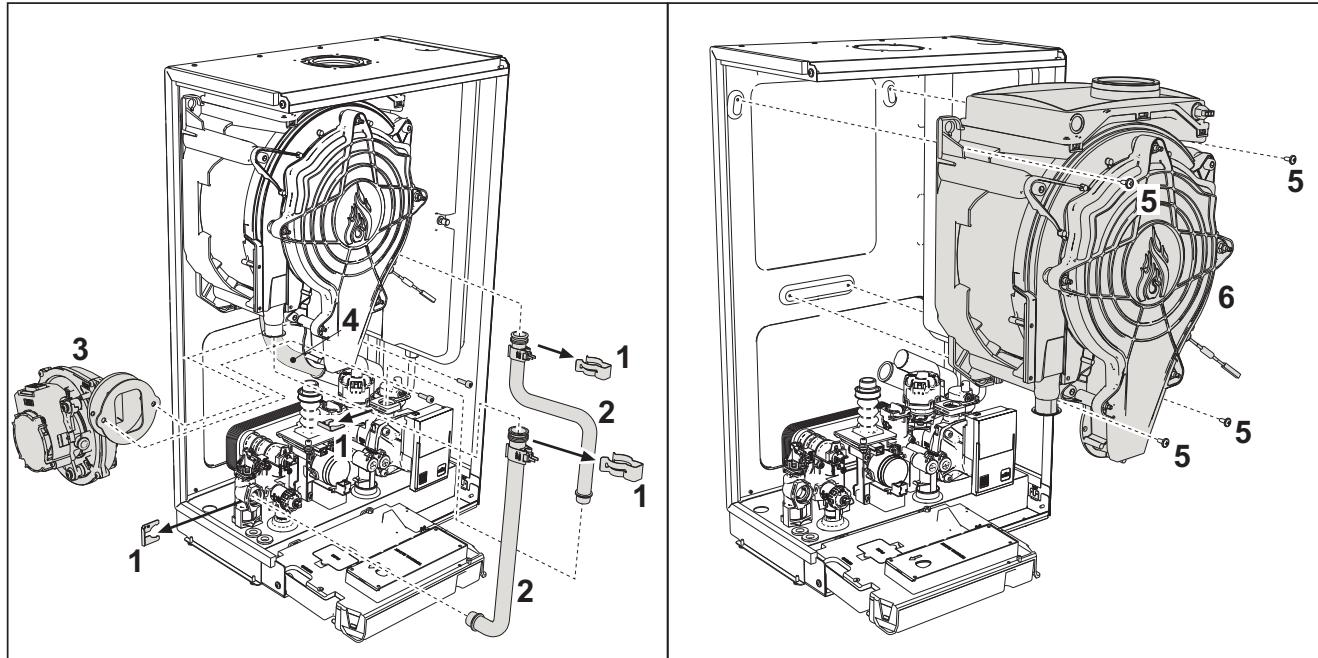

fig. 41 - Scambiatore principale
- Togliere le 2 viti **superiori "5"** di fissaggio scambiatore al telaio (fig. 41)
- Allentare le 2 viti **inferiori "5"** di fissaggio scambiatore al telaio (fig. 41)